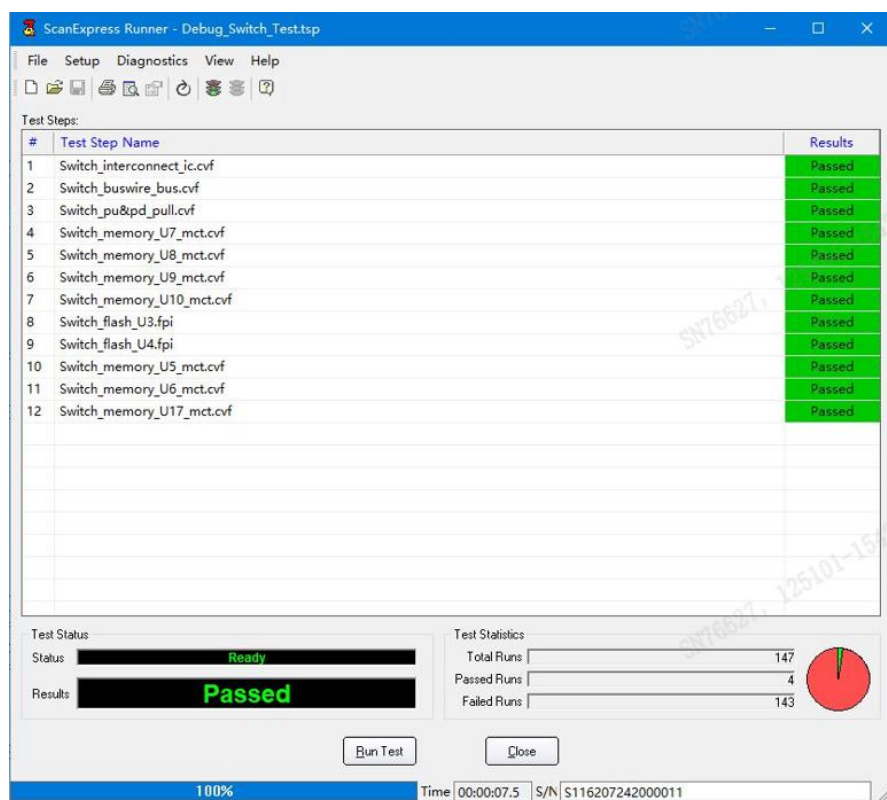

图 9
6、根据 FVT1 边界扫描测试报故障现象和客户意见锁定 U1 器件本体故障导致，更换 U1 器件；FVT1 边界扫描测试 PASS，见图 9；FVT2 功能测试 PASS；